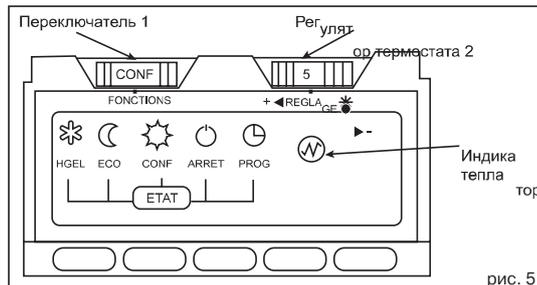

рис. 5
Verano (рис. 5):
Переключатель (1, рис. 5), позволяющий выбрать 5 функций (для Verano):
- **Conf:** поддерживает в комнате комфортный режим, управляемый регулятором (2, рис. 5)
Установите переключатель функций 1, рис. 5 на Hgel, индикатор HorsGel загорится. Не касайтесь регулятора 2, рис. 5. Температура в комнате установится между 4 и 7 °С, для получения максимальной экономии без риска замерзания (например трубопроводов в кухне или ванной комнате).